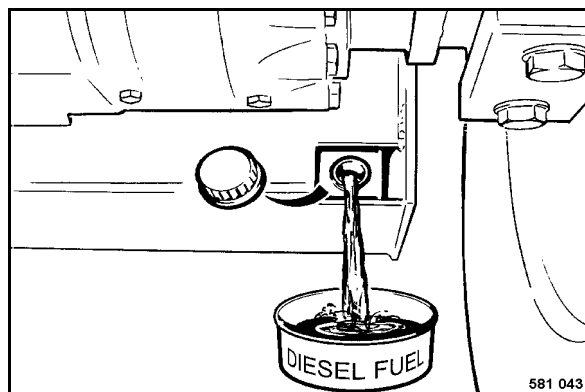

Fig. 151
- Dévisser le bouchon de vidange (Fig. 151) et laisser écouler env. 5 litres de carburant.